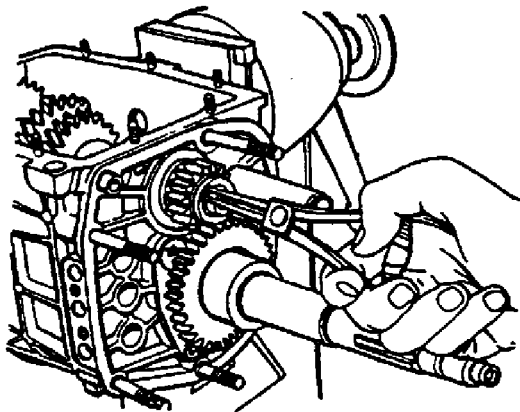

Fig. 3-18. Remoção do anel de retenção da engrenagem da ré da árvore intermediária
11. Remover o anel de retenção da engrenagem da ré, na árvore intermediária (fig. 3-18). Remover a engrenagem e a arruela elástica.